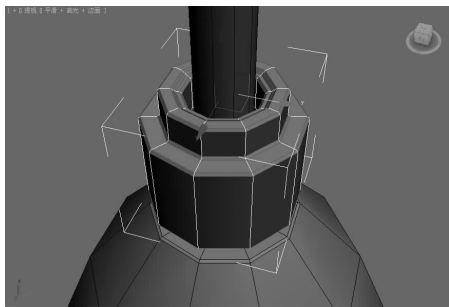

图 5-111 切角后的瓶盖的边 ▲
(6)单击“切角”按钮右边的  按钮,在弹出的对话框中设置“切角量”为 0.1,单击“确定”按钮,得到的效果如图 5-111 所示。